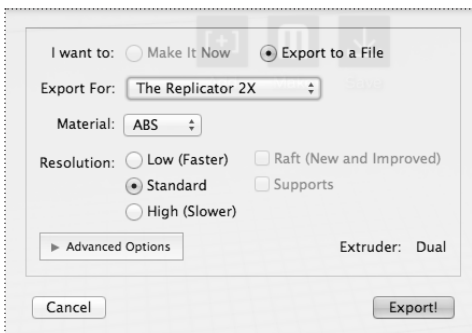

Рис. 9.1
8. В диалоговом окне Make (Создание объекта) установите переключатель в положение Export to File (Экспорт в файл) [Рис. 9.1].